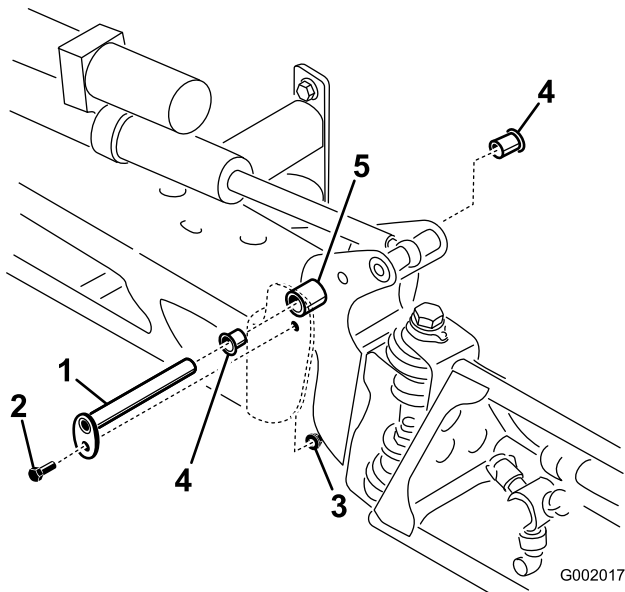

図 73
3. ブームを支えておきながら、ピボット・ピンをブーム・アセンブリに固定しているボルトとナットを取り外す(図 73)。ピボット・ピンを取り外す。
5. ナイロン・ブッシュを取り外し、ピボット・ブラケットの前面および後面側から見て点検する(図 73)。磨耗したり破損したりしている場合は交換する。
7. センター・フレームにブーム&ピボット・ブラケット・アセンブリを取り付け、開口部を整列させる(図 73)。